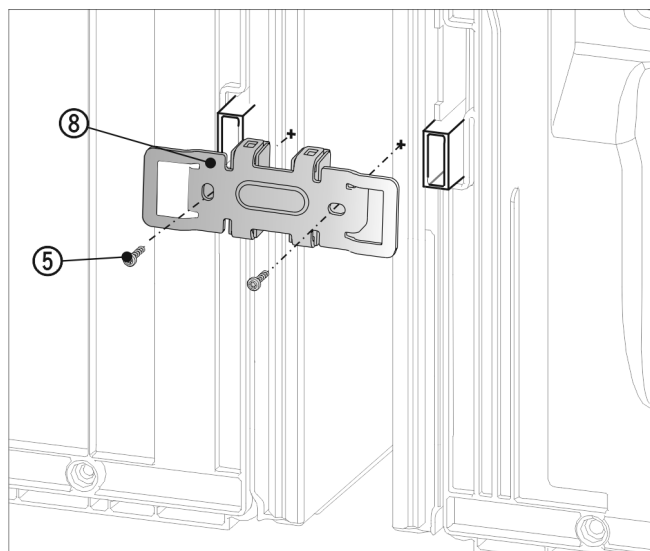

Fig. 24
- ▶ Повторно надвиньте угол Fig. 24 (8) выемками над креплением для пристенных распорок.
- ▶ Прикрутите 2 винтами Fig. 24 (5).